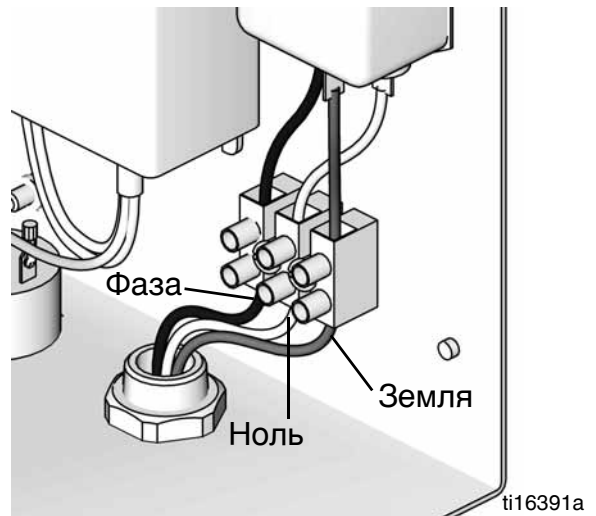

Рис. 6. Электрическое соединение блока управления
2. Подсоедините силовой кабель к клеммной колодке (см. Рис. 6).